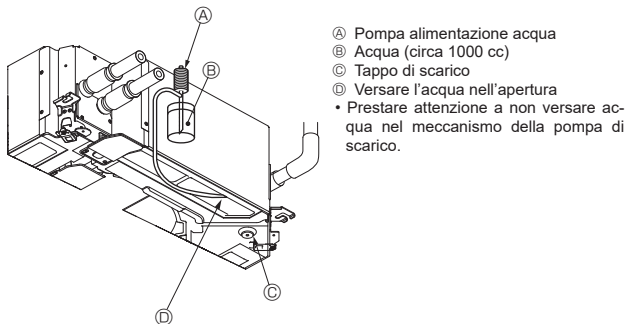

Fig. 7-6
7.4. Controllo del drenaggio (Fig. 7-6)